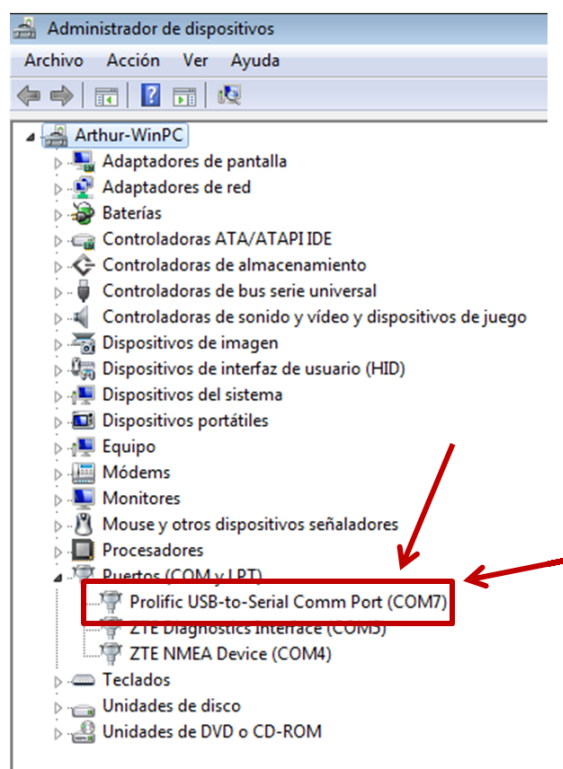

Figura B.3: Puertos COM disponibles.
- Finalmente, abierto el administrador de dispositivos, se hace clic en la pestaña de puertos COM y LPT y se busca el que indica Prolific to Serial COM Port como se muestra en la figura B.3.